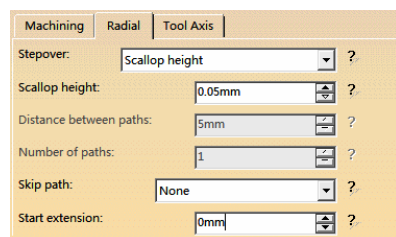

图 5-35 “Radial”选项卡（2）
- 在 “Radial” 选项卡 (2) 的 “Stepover” 下拉列表中选择 “scallop height”，在 “Scallop height” 文本框中输入 “0.05mm”，如图 5-35 所示。